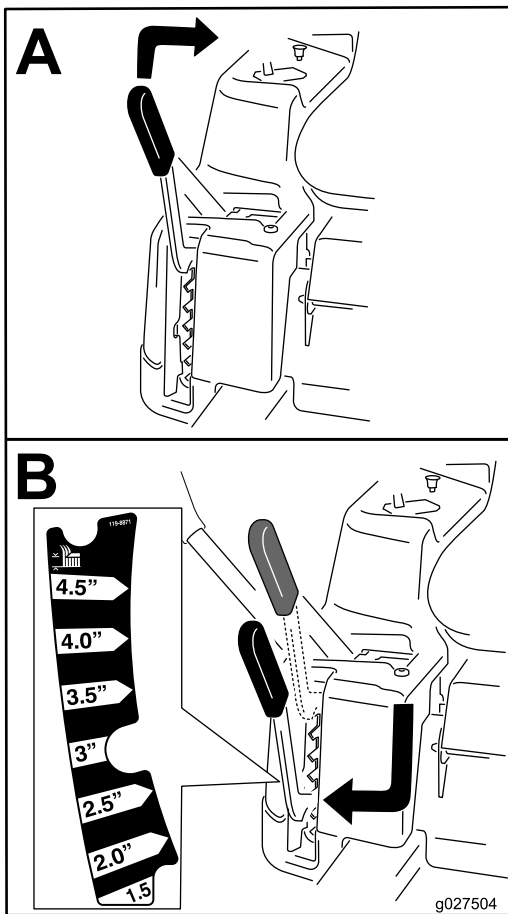

Figura 17
**Nota:** La posición de transporte es la posición de altura de corte más alta, 115 mm (4½"), según se muestra en Figura 17.